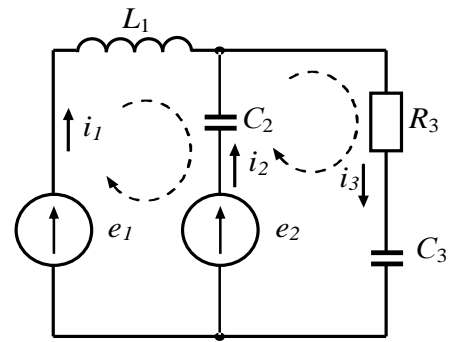

Рис. 3.16.
**3.13.** Визначити струми  $\underline{I}_1$ ,  $\underline{I}_2$ ,  $\underline{I}_3$  у вітках електричного кола змінного струму (рис. 3.16), якщо ЕРС джерел живлення  $e_1 = 60\sqrt{2} \cdot \sin \omega t$ ;  $E_2 = 60$  В; активний і реактивний опори:  $R_3 = 20$  Ом;  $X_1 = X_2 = 30$  Ом,  $X_3 = 20$  Ом. Задачу розв'язати використовуючи закони Кірхгофа.
Відповідно до прийнятих на схемі рис. 3.16 позитивних напрямів струмів складаємо за першим законом Кірхгофа одне рівняння (у схемі два вузла), а за другим законом Кірхгофа – два рівняння. При цьому маємо таку систему рівнянь:
де  $\underline{Z}_1 = jX_1$ ;  $\underline{Z}_2 = -jX_2$ ;  $\underline{Z}_3 = R_3 - jX_3$  – Комплексні опори відповідної вітки електричного кола (рис. 3.16);